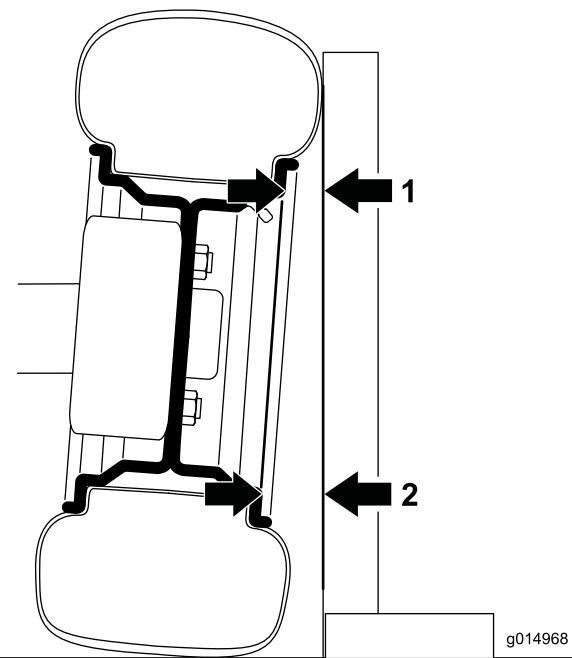

図 52
1. キャンバを測定するには、直角定規の直角の角をタイヤの正面に接触させる 図 52。
2. タイヤから直角定規までの距離を、タイヤの上下でリムの同じ部分から測定する 図 52。